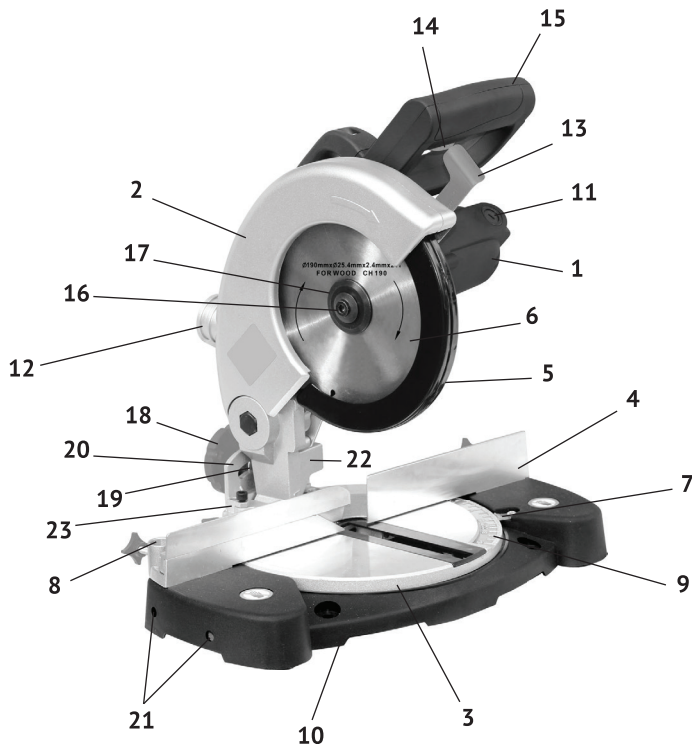

рис. 1
1.1.2 Основным несущим узлом режущего блока пилы является металлический корпус головки режущей, с закреплённом на нём верхним защитным кожухом диска (рис.1 поз.2). С противоположной стороны к корпусу крепится пластиковый корпус двигателя (рис.1 поз.1) с рукояткой (рис.1 поз.15). Вертикальное перемещение режущего блока для реза обеспечивает ось, закреплённая в суппорте головки режущей (рис.1 поз.22). Возвратная пружина возвращает режущий блок в исходное (верхнее) положение. Наклон суппорта влево от вертикального положения обеспечивает ось опоры наклонно-поворотного механизма (рис.1 поз.23). Заготовка на рабочем столе может быть повёрнута в любую сторону на угол от 0 до 45° за счёт поворотного основания. На основной рукоятке пилы расположены: рычаг блокировки защитного кожуха и клавиша выключателя. Конструкция пилы позволяет осуществлять: распиловку материала под заданным углом (косой рез) относительно задней кромки заготовки в обе стороны и под выставленным углом (до 45°), относительно вертикальной оси влево (наклонный рез). На шпindel пилы, крепится пильный диск. Диск является основным рабочим инструментом для резки выбранных материалов.
На неподвижном защитном кожухе пильного диска (рис.1 поз.2) стрелкой указано направление вращения шпинделя.
1.1.7 Металлическая станина (рис.1 поз.10) пилы устанавливается на ровную горизонтальную поверхность. Для крепления пилы на верстаке (рабочем столе) в ножках станины имеются 4-е крепёжных отверстия. При пилении длинных заготовок в боковые отверстия (рис.1 поз.21) станины крепятся две дополнительные опоры. Распиливаемая заготовка плотно прижимается к параллельному упору (рис.1 поз.4) и крепится к рабочему столу струбциной.
Для отвода стружки в комплект поставки входит пылесборник (рис.1 поз.12), который крепится к патрубку неподвижного кожуха. К патрубку можно подключить промышленный пылесос.
- разблокировать подвижный защитный кожух рычагом (рис.1 поз.13);
- включение пилы осуществляется нажатием на клавишу выключателя (рис.1 поз.14);
- следите за правильной установкой направления вращения диска - при установке необходимо, что бы стрелка направления вращения на диске соответствовала направлению, указанному на неподвижном кожухе (рис.1 поз.2) пилы;
- разблокируйте подвижный защитный кожух, нажав на рычаг блокировки (рис.1 поз.13). Затем, поднимая вверх подвижный защитный кожух, зафиксируйте его в верхнем положении.
- ключом (входит в комплект поставки) открутите фиксирующий болт (рис.1 поз.16) пильного диска, снимите прижимной фланец (рис.1 поз.17) и пильный диск (рис.1 поз.б);
- для установки угла поворота ослабьте установочный винт в основании станины, установите необходимый угол распила, повернув поворотное основание (рис.1 поз.3) в нужную сторону, совместив выбранный угол шкалы (рис.1 поз.9) со стрелкой (рис.1 поз.7) и затяните установочный винт.
- для установки угла наклона необходимо ослабить фиксирующую рукоятку (рис.1 поз.18), установить необходимый угол распила стрелкой (рис.1 поз.19) по шкале (рис.1 поз.20) и надёжно затянуть фиксирующую рукоятку.
- во время работы для эффективного отвода пыли из зоны пиления подключите пылесос или установите штатный пылесборник на патрубок (рис.1 поз.12).
- для замены щёток необходимо открутить крышки щёткодержателей (рис.1 поз.11) на корпусе двигателя (рис.1 поз.1), вынуть использованные щётки из щёткодержателей, заменить их новыми и закрутить крышки щёткодержателей. Щётки следует заменять парой для обеспечения равной степени их давления на коллектор якоря;